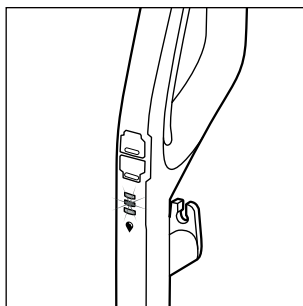

Afb. 13
- ◆ Druk op de schakelaar harde vloer  **14** om het apparaat in te schakelen (zie afb. 13). De LED van de schakelaar harde vloer  **14** licht blauw op.
- ◆ Druk opnieuw op de schakelaar harde vloer  **14** om het apparaat uit te schakelen (zie afb. 13).